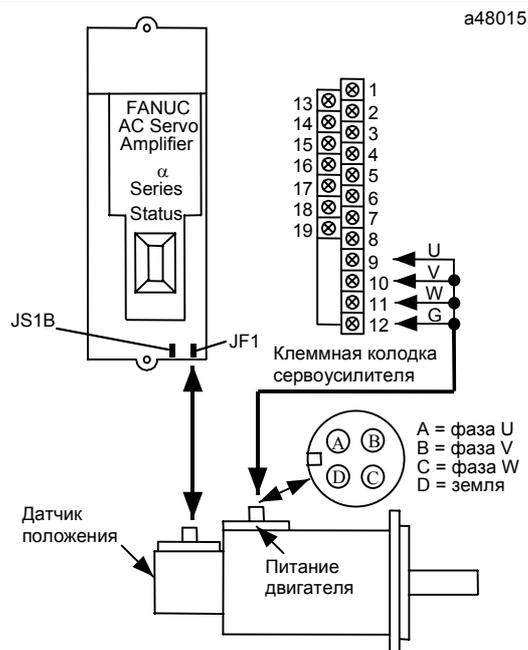

Рис. 2-5. Подключение Двигателя к Контактной Колодке Сервоусилителя  $\alpha$  Series
- В. С одной стороны этого кабеля имеются четыре провода, обозначенные как U, V, W и GND, которые подсоединяются к зажимным контактам 9 – 12 на сервоусилителе. Подсоедините эти четыре провода к клеммной колодке, как показано на рис. 2-5.